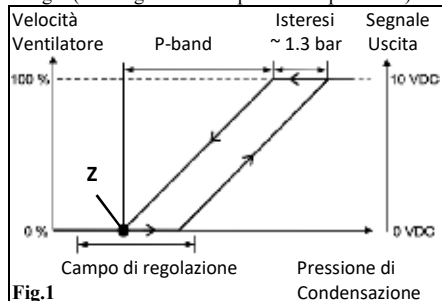

Fig.1
- La pressione è impostabile nel campo di regolazione Fig.1 (Z = Regolazione impostazione pressione).